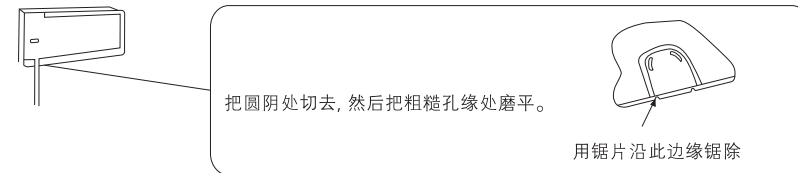

图8
(2) 如铜管是从左边或下边引出时，应扳去左边的出管板，或把下盖板上如下图所示部位锯除，然后把铜管塞进。(图8)